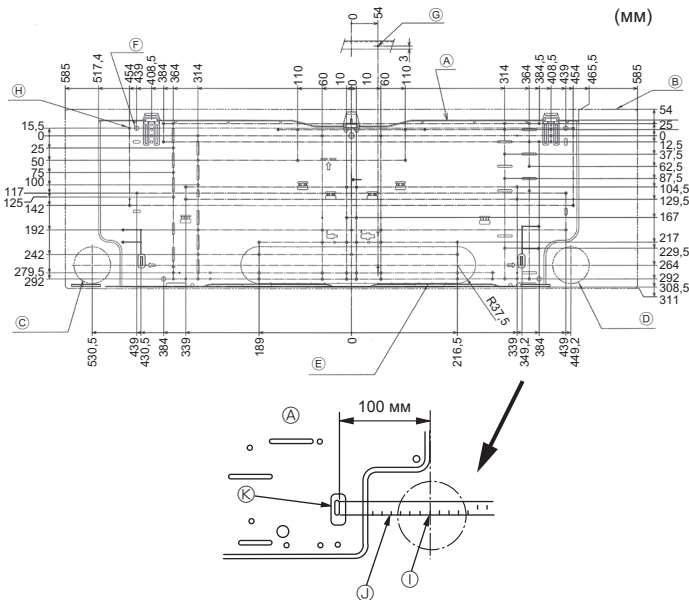

Fig. 3-2
①	Монтажна плата	1	Кріпити на задній панелі блока
②	Самонарізний гвинт 4 × 25	7
③	Повстяна стрічка	2
④	Г-подібний штуцер	1
⑤	Зарядна гайка	1
⑥	* Безпроводний пульт дистанційного керування	1
⑦	* Тримач пульта дистанційного керування	1
⑧	* Лужні елементи живлення (розмір AAA)	2
⑨	* Самонарізний гвинт 3,5 × 16	2
⑩	Прокладка	1
3.2. Установлення кріплення для монтажу на стіні (Fig. 3-2)